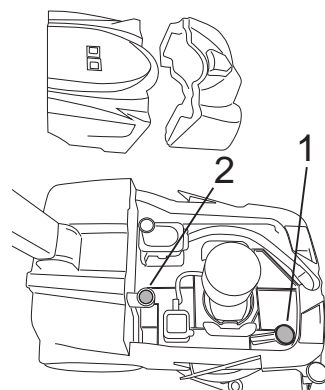

Fig.30
- Retire el filtro y lávelo con agua (Fig. 30-Ref. 1).
- Retire el filtro y lávelo con agua (Fig. 30-Ref. 2).